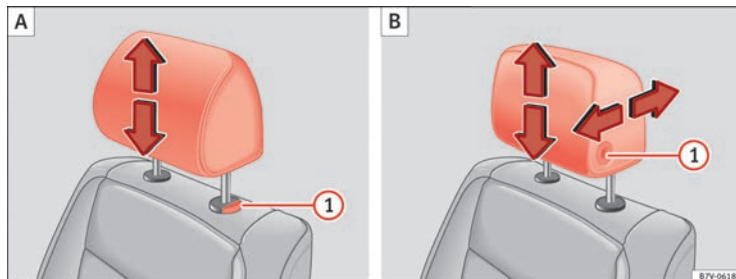
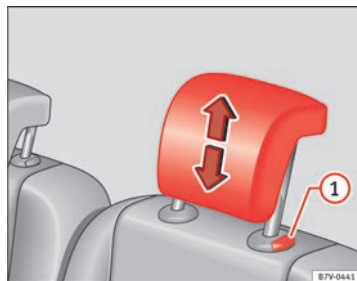

Fig. 85 **A**: Regolazione dei poggiatesta non regolabili in direzione longitudinale; **B**: Regolazione dei poggiatesta regolabili in direzione longitudinale.
Fig. 86 Regolazione dei poggiatesta della seconda e terza fila di sedili.
- Alzare il poggiatesta in direzione della freccia o abbassarlo ⇒ fig. 85 o ⇒ fig. 86 **1** premendo il tasto ⇒ **A**.
- Spostare il poggiatesta in avanti seguendo la direzione della freccia o indietro ⇒ fig. 85 **1** **B** premendo il tasto.